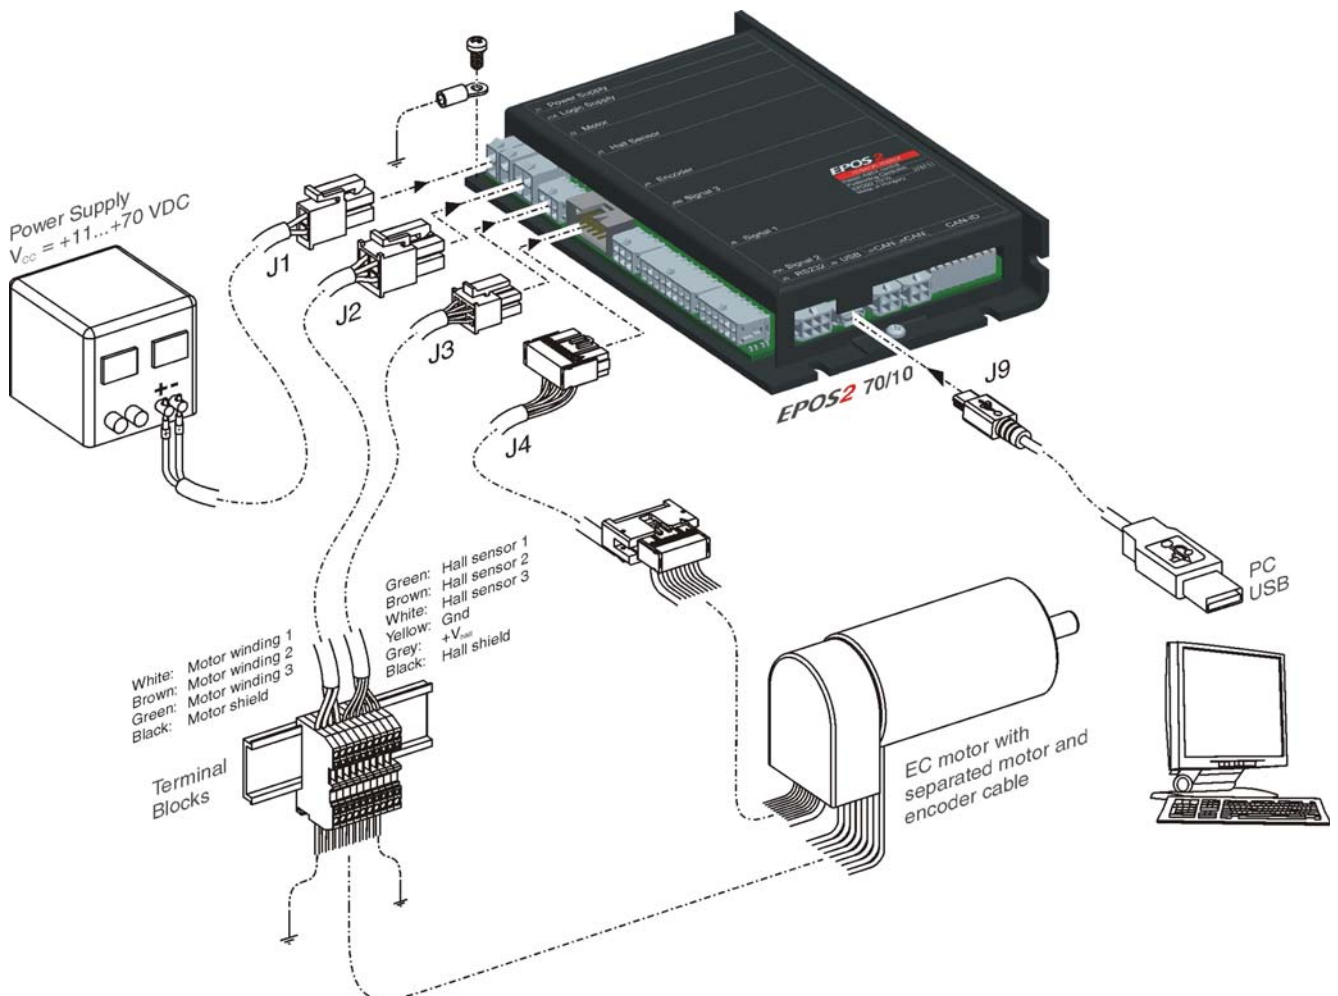

図 3-2 最小限の配線 : maxon EC motor
- 2) 下表および下図をご参考に配線作業を行って下さい。(→ 表 3-5 および 図 3-2).